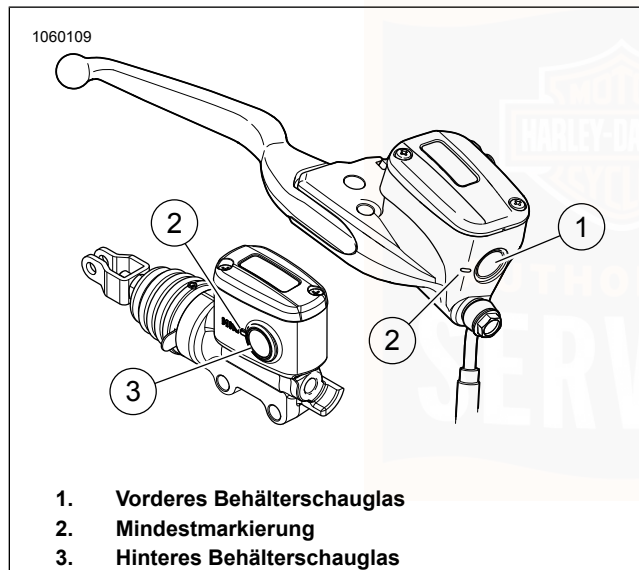

Abbildung 65. Bremsflüssigkeitsbehälter
2. **Vorne:** Siehe Abbildung 65. Flüssigkeitsstand im Behälterschauglas für das Vorderrad prüfen. Füllstand muss über der Mindestmarkierung am Schauglas liegen.
3. **Hinten:** Siehe Abbildung 65. Den Füllstand im Hinterradbremsschließungsbehälter prüfen. Füllstand muss über der Mindestmarkierung am Schauglas liegen.